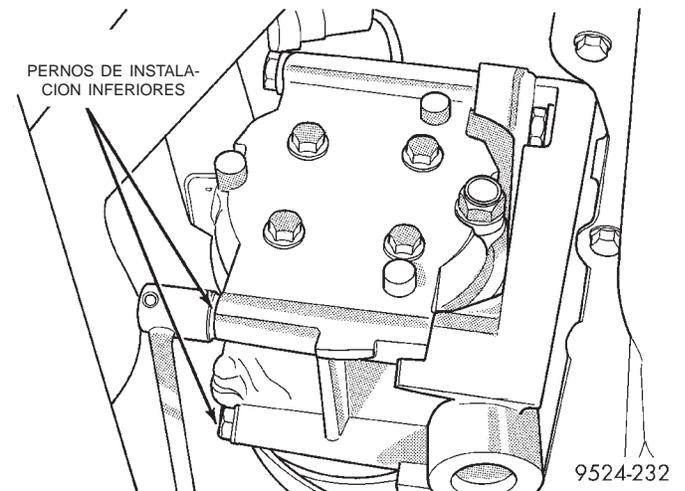
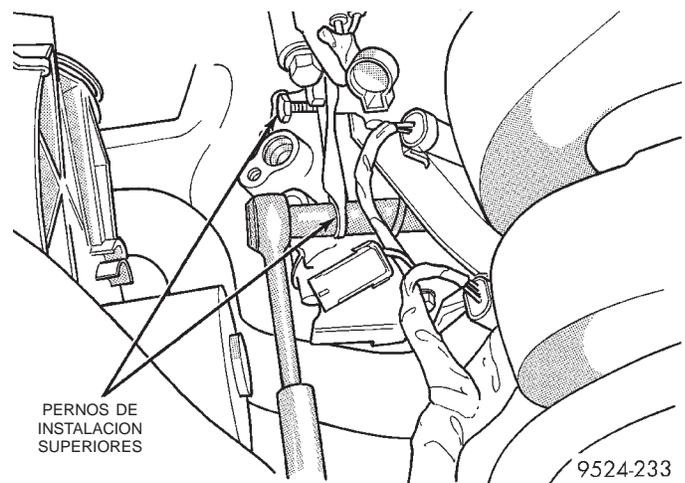

Fig. 17 Pernos de fijación inferiores
Fig. 18 Pernos de fijación superiores
- (6) Retire los pernos de fijación del compresor (Fig. 17) y (Fig. 18).